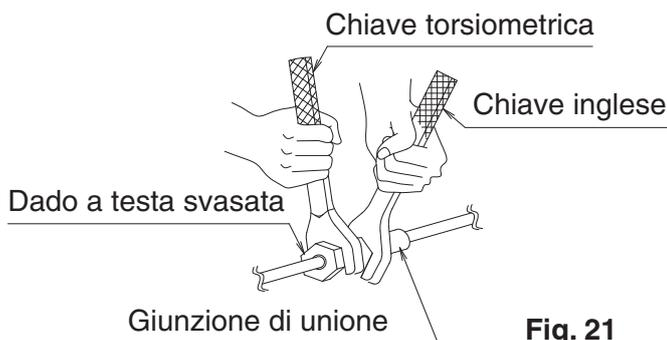

Fig. 21
- Quando si collega la tubazione al condizionatore d'aria, assicurarsi di usare una chiave inglese e una chiave torsiometrica come mostrato nella **Fig. 21**.
Una volta terminati tutti i lavori di brasatura, eseguire il collegamento svasato con l'unità interna. **(Fare riferimento alla Fig. 21)**